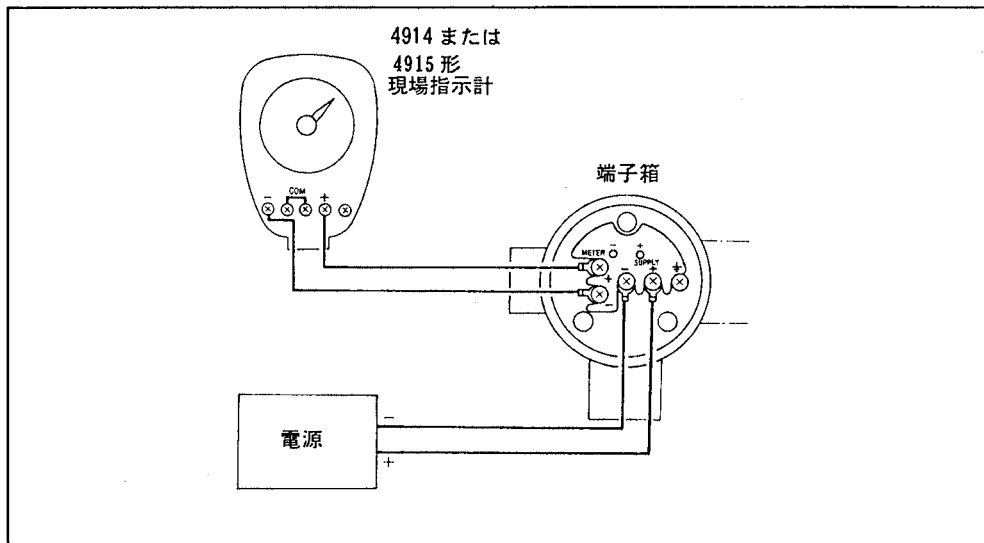

図 4.9 現場指示計の接続 (1)
- (3) メータ接続端子の+と-を短絡しているジャンパを取りはずし図 4.9 のように配線します。